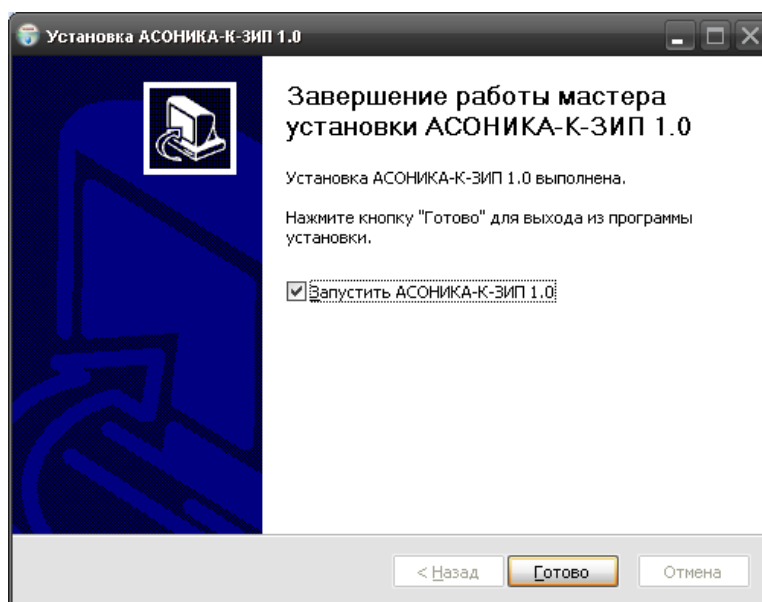
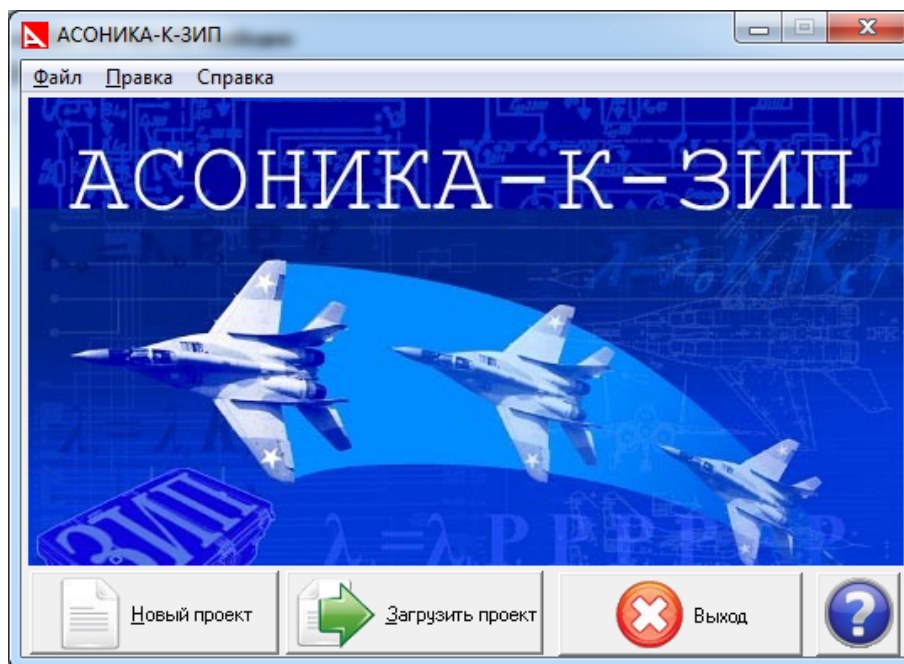

Рис. 3.6. Завершение работы мастера установки Системы АСОНИКА-К-ЗИП
Рис. 3.10. Окно начала работы с Системой АСОНИКА-К-ЗИП
- По окончании установки нажмите кнопку «Готово». Для автоматического запуска Системы после установки поставьте «галочку» напротив слов «Запустить АСОНИКА-К-ЗИП» (см. рис. 3.6).
Если напротив слов «Запустить АСОНИКА-К-ЗИП» Вы поставили «галочку» (см. рис. 3.6), то Система запустится автоматически и откроется окно начала работы с Системой АСОНИКА-К-ЗИП (см. рис. 3.10).